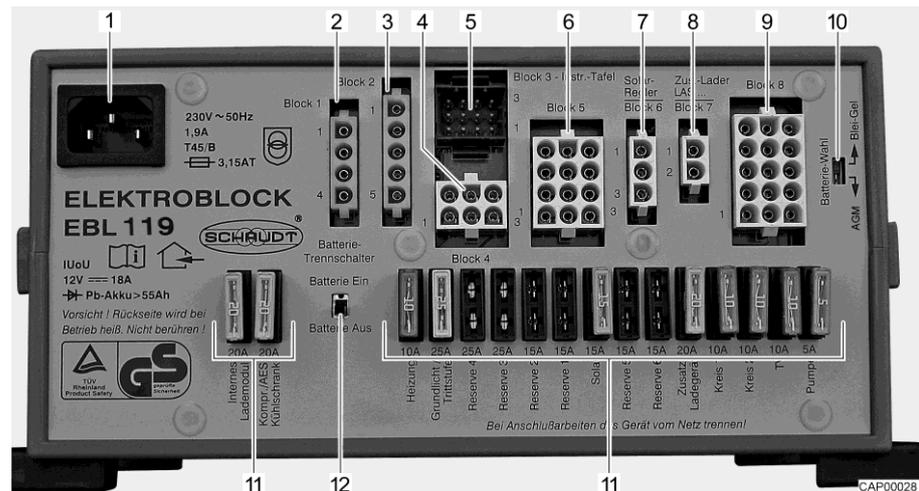

Bild 203 Elektroblock (EBL 119, beispielhaft)
- ▷ Der Elektroblock EBL 99 und der Elektroblock EBL 119 sind bis auf den Schalter Batterie-Wahl (Bild 203,10) gleich aufgebaut.